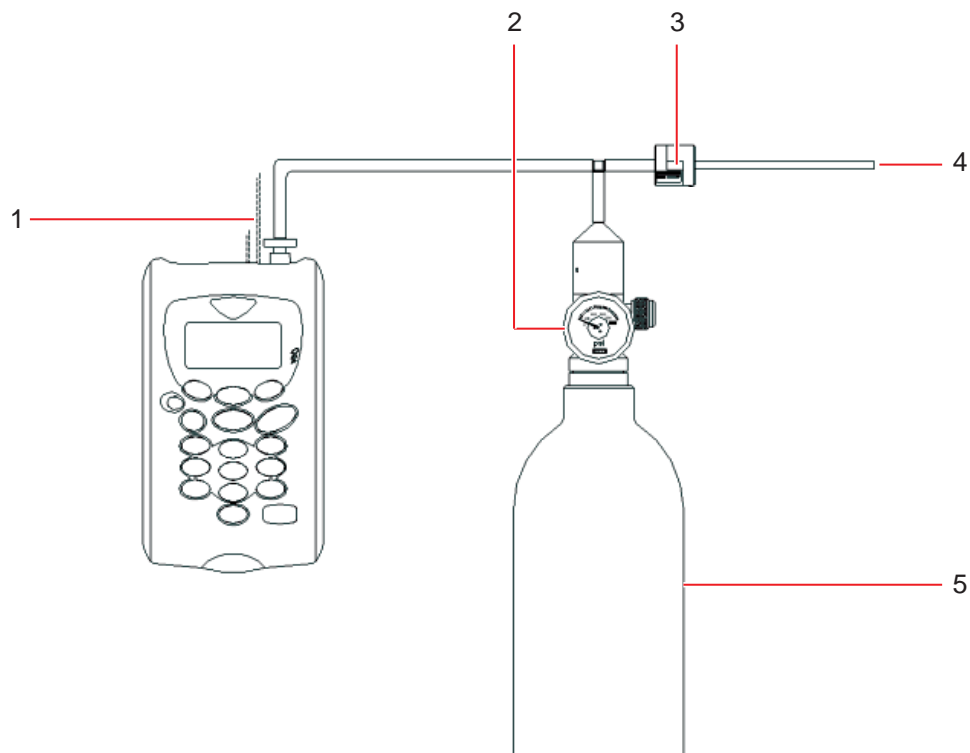

Abb. 5-20: Kalibrieranordnung
1. Wenn Sie den Nullpunkt mit Luft einstellen müssen, gehen Sie direkt weiter zu Schritt 2. Um den Nullpunkt wie empfohlen mit N₂ oder dem Natronkalk-Filtersatz einzustellen, drücken Sie die Zifferntaste **1** ("1-Zero with N₂") und schließen das 100-prozentige N₂ am Gaseingang des Geräts an (siehe Abb. 4-3 auf S. 17) und (Abb. 5-20 auf S. 43).